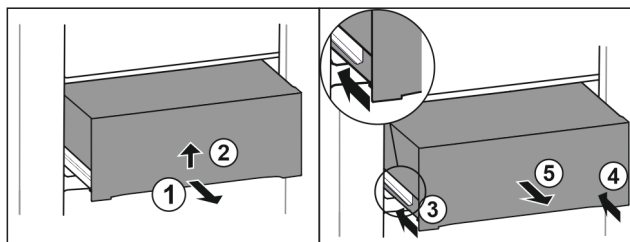

Fig. 35
- Lade er half uittrekken. Fig. 35 (1)
- Lade aan de onderkant optillen. Fig. 35 (2)
- Linker rail erin schuiven. Fig. 35 (3)
- Rechter rail erin schuiven. Fig. 35 (4)
- Lade naar voren toe verwijderen. Fig. 35 (5)